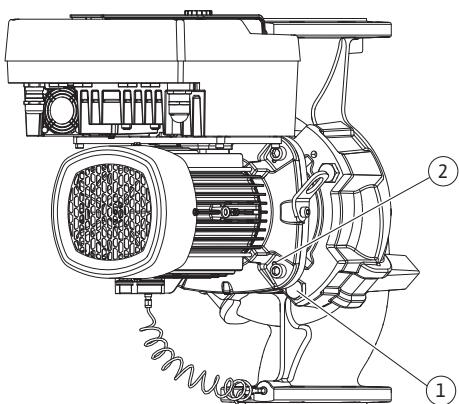

Fig. 104: Istiskivanje utičnoga kompletta putem provrta s navojem (DN 100...DN 125)
23. Istisnite utični komplet s kućišta pumpe. Za to upotrijebite dva provrta s navojem (vidi Fig. 104, poz. 1).
33. Za istiskivanje utičnog kompleta s kućišta pumpe upotrijebite dva provrta s navojem (Fig. 104, poz. 1) koji se nalaze pored i prikladne, lokalno dostavljene vijke (npr. M10 x 25 mm).